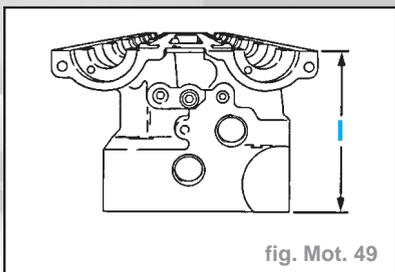

fig. Mot. 49
- Mesurer la hauteur de la culasse (entre plans d'étanchéité) cote (I) en mm (fig. Mot. 49) :